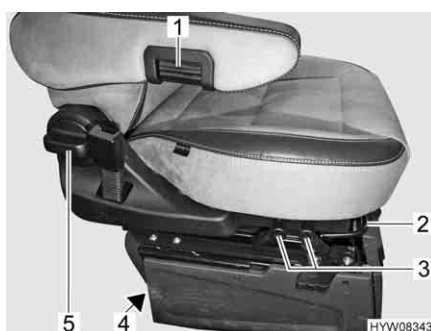

Fig. 11 Regolazione del sedile
- Tirare la leva (Fig. 11,4) verso l'alto.
- Tirare la staffa (Fig. 11,2) verso l'alto.
- Tirare la relativa leva (Fig. 11,3) verso l'alto.
- Ruotare la maniglia (Fig. 11,5).
- Per una regolazione precisa, ruotare la rotella zigrinata (Fig. 11,1). A seconda della direzione di rotazione il bracciolo si muove verso l'alto o verso il basso.